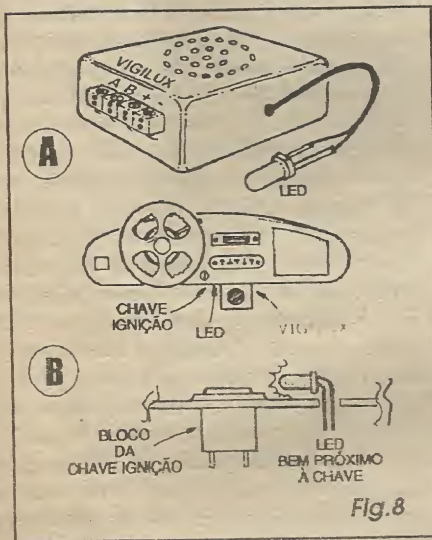

Fig. 8
- FIG. 8 - ACABAMENTO, INSTALAÇÃO FÍSICA E USO... - Em 8-A temos uma sugestão simples e prática para o *encaixamento* do circuito num pequeno *container* plástico padronizado, devendo ser feitos alguns furinhos (para saída do som gerado...) na face principal, contendo o alto-falante colado ou parafusado pelo lado de dentro. Numa das laterais poderá ficar uma barrinha de segmentos parafusáveis (*Sindal*), com as respectivas identificações para as